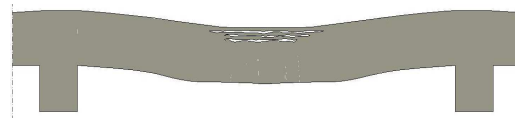

Fig.1: IVE_ Guía Inspección y Evaluación Preliminar (GIEP)
A.1. Aparecen localizadas en la cara superior de la zona central del vano, o en la cara inferior de las zonas de apoyos, no marcando específicamente la posición de las armaduras. Son paralelas a la dirección del esfuerzo, con separación muy variable y trazado irregular debido a la heterogeneidad del hormigón. (Fig.1)